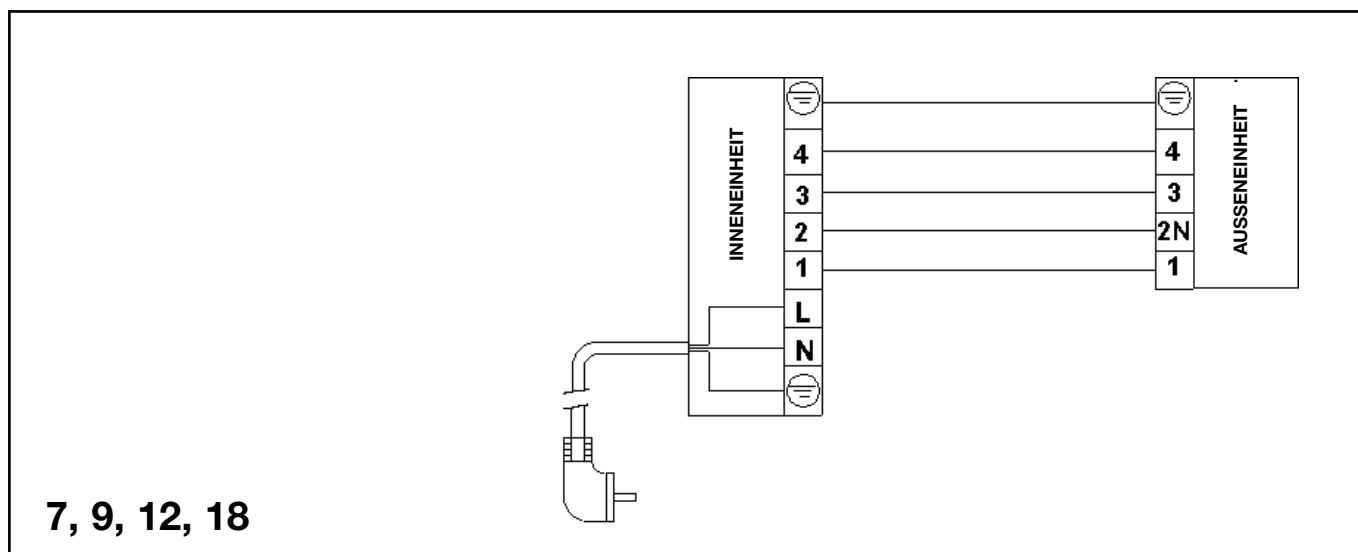

Abb. 17a
3. Schließen Sie die Kabel wie an den Endverschlüssen angegeben an (Abb. 17a, 17b).
2. Schließen Sie die Kabel wie an den Endverschlüssen und auf dem Klemmbrett angegeben an (Abb. 17a, 17b).